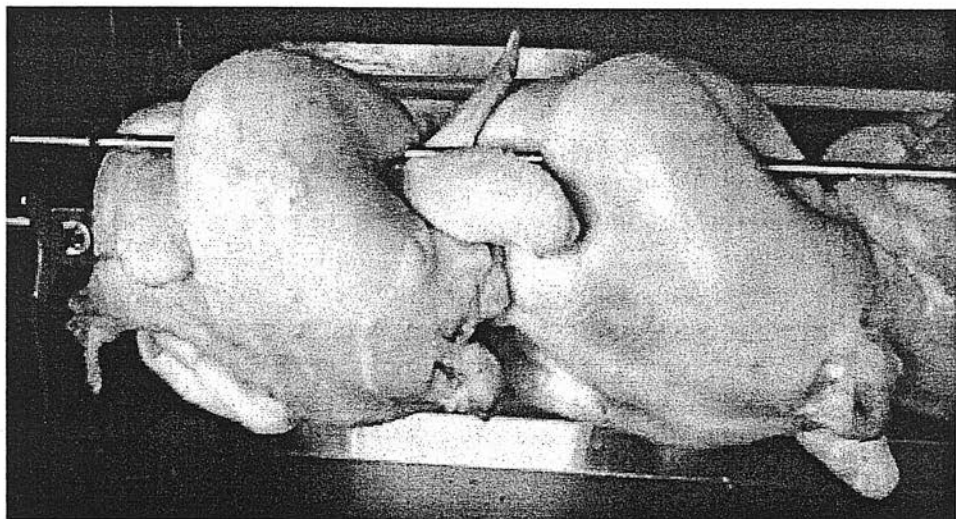

рис. 5
- 7.9. Перед началом работы, размороженные и предварительно приготовленные для жарки тушки цыплят (посоленные, перченые, промаринованные и т.д.) насадить на шампур. При этом центральная пика шампура проходит через внутреннюю полость тушки, а внешние пики остаются снаружи. Крылья огибают внешние пики и поджимаются самой тушкой. Ножки также огибают внешние пики и заправляются за центральную. Каждая последующая тушка прижимает ножки предыдущей, а последняя тушка прижимается упорной муфтой шампура (рис. 5).